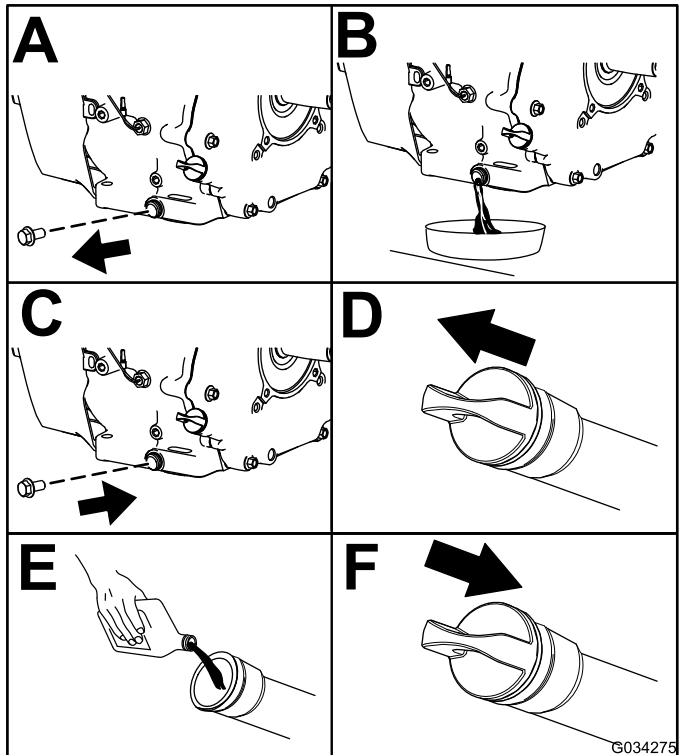

Bild 40
4. Wechseln Sie das Motoröl, wie in Bild 40 abgebildet.